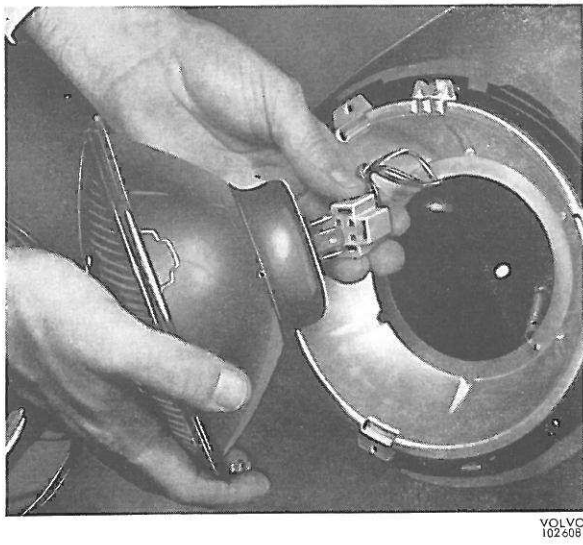

Figure 82. Démontage du contacteur
3. Démontez le contacteur du porte-lampe en le retirant comme le montre la figure 82.